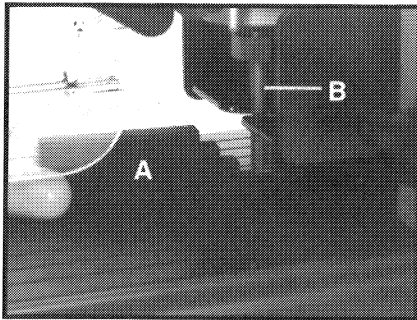

Fig. 5
3. Coloque el calibre de ajustes (A) Fig. 5, (provisto con el Modelo 551) en la base de la máquina. El calibre tiene cinco escalones que están marcados con espesores estándar de material.